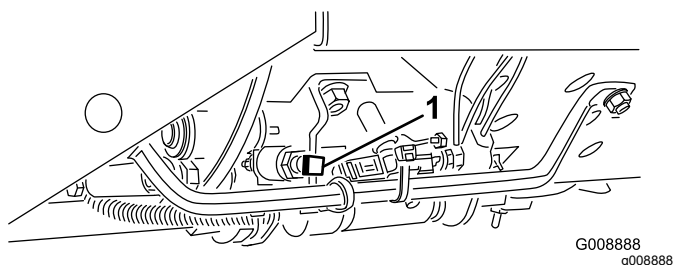

Рисунок 20
**Внимание:** Скорость скашивания устанавливается на заводе-изготовителе и составляет 9,7 км/ч. Ее можно увеличить или уменьшить, отрегулировав стопорный винт скорости (Рисунок 20).